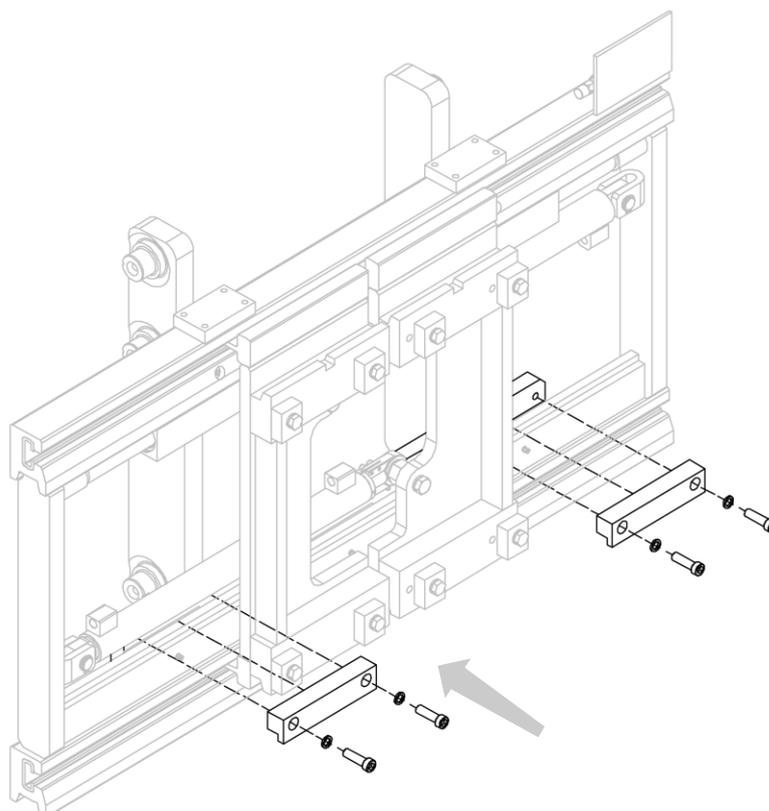

Figura 7
9. Installare i ganci inferiori (vedi *Figura 7*).